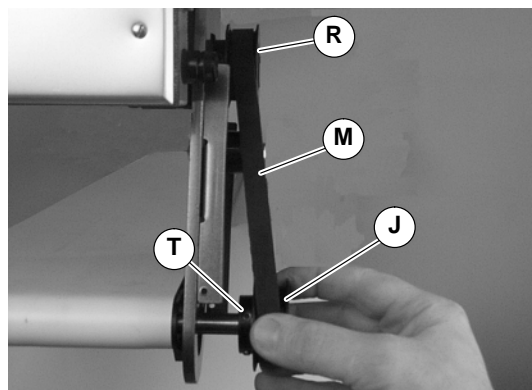

Abbildung 12
3. Zahnriemen (M siehe Abbildung 12) entfernen.
HINWEIS: Falls der Zahnriemen nicht über die Zahnscheibenflanke gleitet, die Madenschrauben der Abtriebszahnscheibe (T siehe Abbildung 12) lösen, und Zahnscheibe samt Riemen abnehmen. Für erneute Installation siehe Schritte 5 bis 8 auf Seite 5.